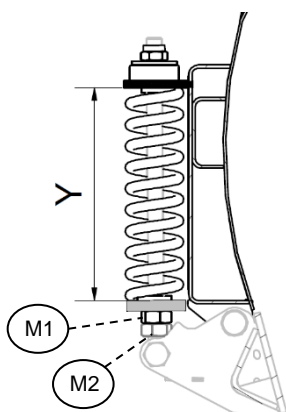

Bild.19
Som standardförspänning dvs. fjäder Y mått är 330mm (VPX180 – 270mm) – se Bild.19.
- 1) Lossa muttern M1 och M2 i den nedre delen av fjäder – se Bild.19
- 7) Dra åt den nedre mutter M2 mot mutter M1 för att låsa fjäder – se Bild.19